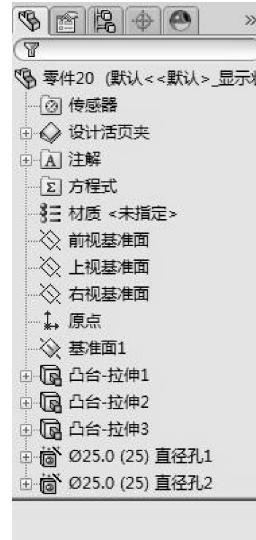

图 5-19 显示识别结果
- 07 单击【确定】按钮 $\checkmark$ ，完成特征识别操作，特征属性管理中显示识别结果，如图 5-19 所示。